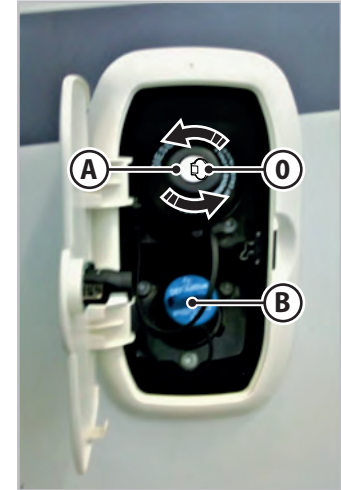

Fig.5.7 - Brændstofdæksel
Sådan åbnes brændstofdækslet (Fig.5.7):
Sådan lukkes brændstofdækslet (Fig.5.7):
For at åbne dækslet (**B** - Fig.5.7) til AD-BLUE-additivet skal du dreje det mod uret og tage det af. Fortsæt derefter med optankning. Udfør handlingen omvendt for at lukke det.
1. Træk grebet **A** (Fig.5.7 og Fig.5.8, varierer afhængigt af køretøjets type), placeret til venstre for ratstammen, i pilens retning.